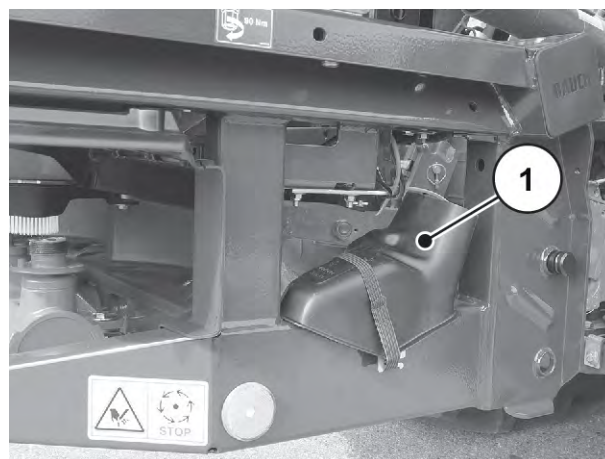

Fig. 33: Poziția jgheabului pentru proba de calibrare
- Pregătiți jgheabul pentru proba de calibrare. A se vedea *Fig. 33 Poziția jgheabului pentru proba de calibrare*